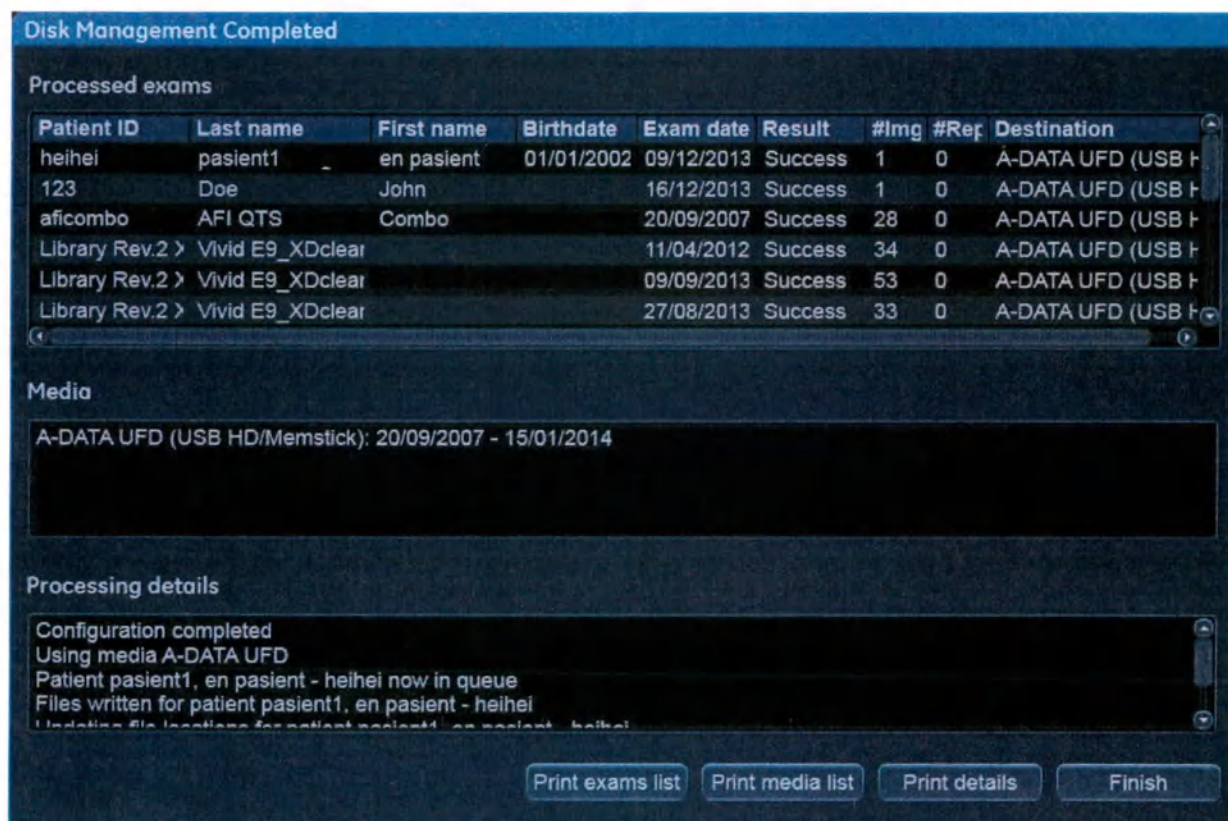

Рис. 10-34. Окно завершения управления диском
5. После завершения копирования всех файлов открывается окно *Disk management completed* (Управление диском завершено) (Рис. 10-34), в котором отображается список обработанных исследований, использованные носители и подробный журнал.